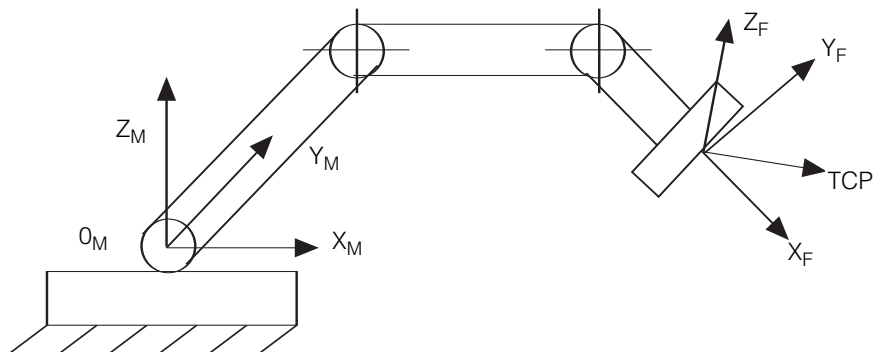

Abb. 3 - Flanschbezug X_F, Y_F, Z_F eines Gelenkroboters (bewegt sich mit dem Roboter) in bezug auf den "Boden", dem die Koordinaten X_M, Y_M, Z_M entsprechen.
In Abb. 3 sind dem geometrischen Nullpunkt (entspricht dem Punkt 0_M, Schnittpunkt der 5 physikalischen Achsen X_M, Y_M, Z_M, A, B) folgende Maschinenkoordinaten zugeordnet:
In der geometrischen Nullstellung in Abb. 3 sind die Koordinaten (F) X_F, Y_F, Z_F , parallel und gleichsinnig zu den Koordinaten (M) X_M, Y_M, Z_M , während der Ursprung im TCP liegt (stimmt also nicht mit dem Ursprung 0_M des Bezugs (M) überein).